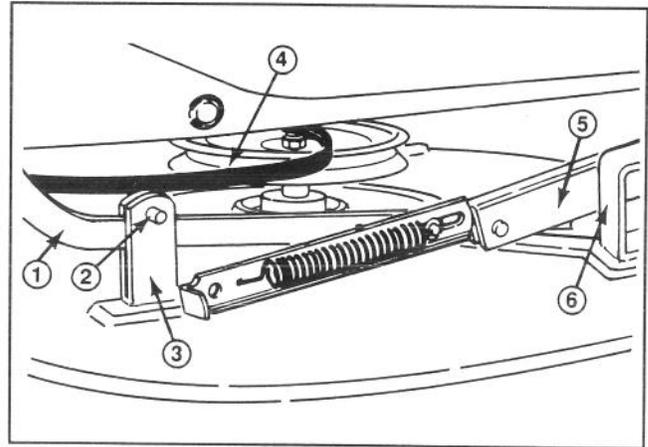

Fig. 23
3. S'assurer que la commande de hauteur de coupe est réglée à la position la plus basse. Placer l'unité de coupe de façon à ce que la tringle parallèle partage en deux les supports avant de chaque côté et insérer les goupilles dans les trous des supports, de l'intérieur vers l'extérieur (Fig. 23).
4. Placer la courroie de l'unité de coupe autour de la poulie d'entraînement de l'axe, puis soulever l'arrière de l'unité de coupe et placer les supports de suspension arrière de façon à ce qu'ils reposent sur les goupilles sortant de la barre pivot (Fig. 23). S'assurer que la courroie est installée sur la poulie avant du moteur.